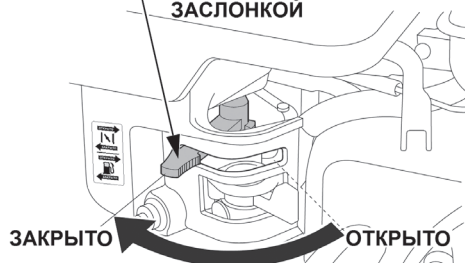

Рис. 14. Рычаг управления воздушной заслонкой
2. Закройте воздушную заслонку карбюратора. Для этого переведите рычаг управления воздушной заслонкой в крайнее левое положение (Рис. 14).